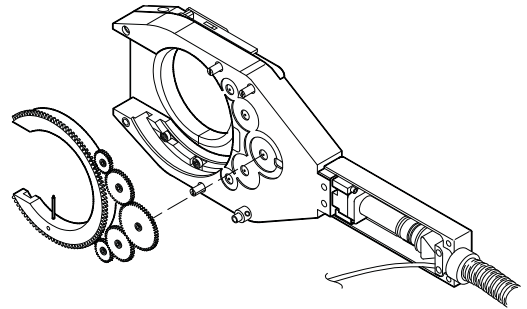

図 18：ローターを取り外す
2. ハウジング・アセンブリーのギア側からローターを取り外します。図 18 をご参照ください。